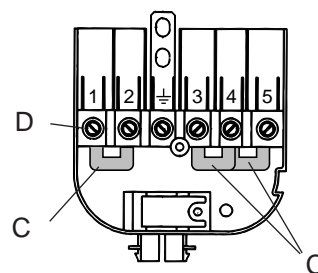
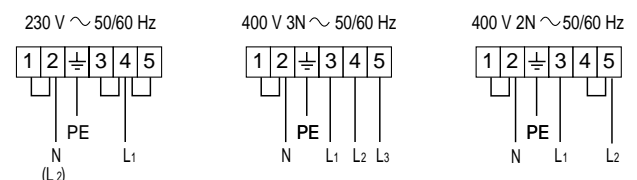

Fig. 6.3
Fig. 6.4
- ✓ Placer les cavaliers **C** sur le bornier **D** (fig. 6.3) suivant le schéma de la fig. 6.4.
- ✓ Introduire le câble d'alimentation, de type et section appropriés (voir chapitre spécifique), dans le passage pour câbles **F** de la protection **B** et relier les phases et la terre aux bornes correspondantes du bornier **D** suivant le schéma de la fig. 6.4.